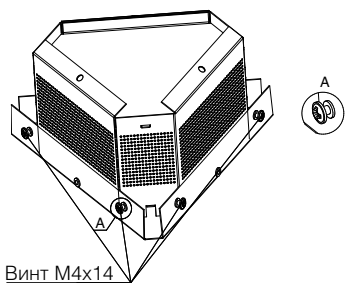

Рис. 7 – Установка винтов на дожигатель
- На дожигатель наживите винты для установки в пазы верхних профилей (Рис. 7).